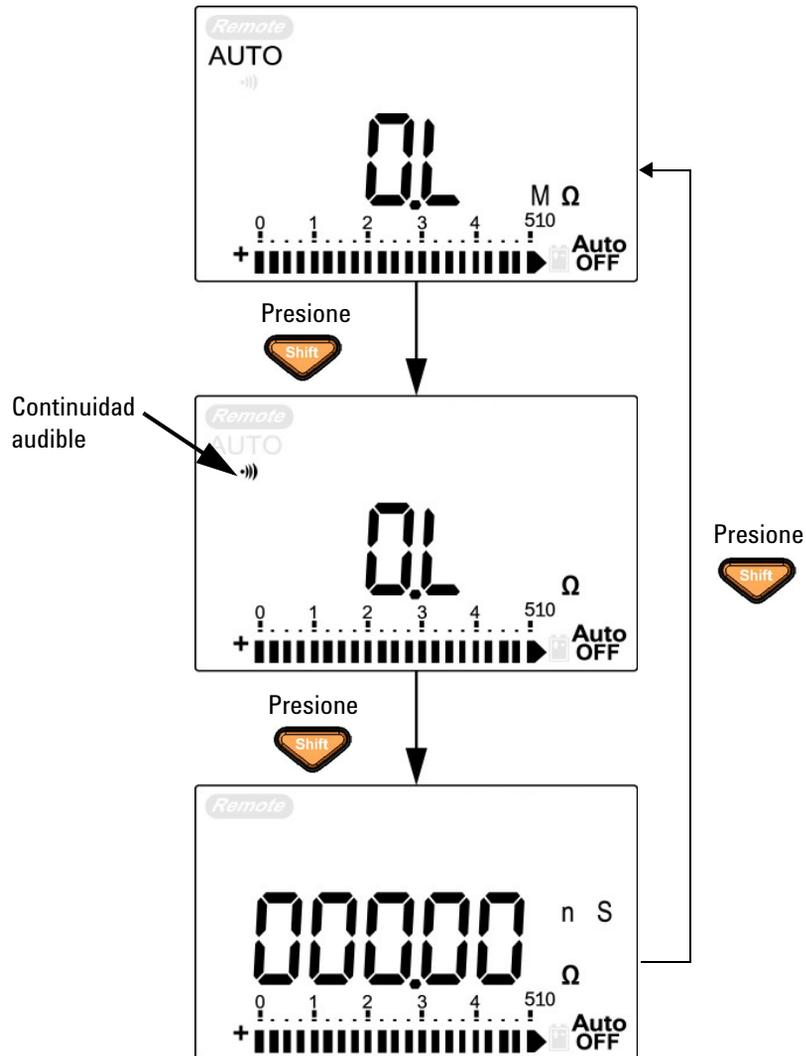

Figura 2-8 Prueba de resistencia, conductancia y continuidad audible.
- 1 Presione  para desplazarse por las pruebas de resistencia, conductancia y continuidad audible, tal como se muestra en la Figura 2-8.